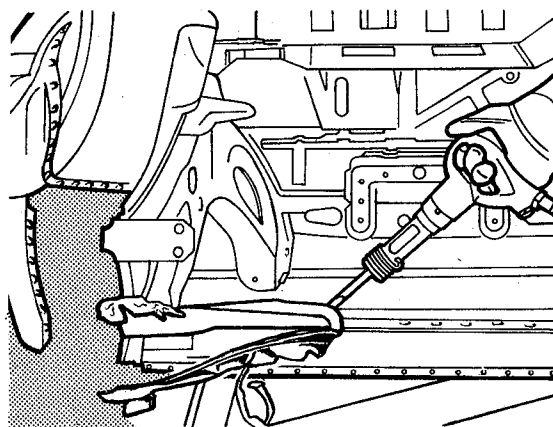

fig. 50
13. Remover as abas remanescentes do painel, com uma talhadeira pneumática (fig. 50)
5. Com o auxílio de uma talhadeira pneumática, remover as bordas remanescentes do painel retirado (fig. 50)